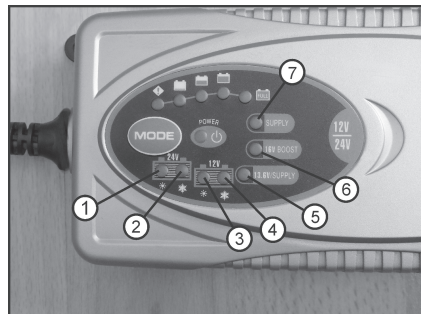
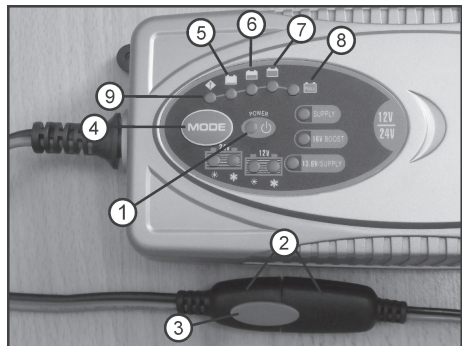

Bild 1
Bild 2
Das Ladegerät erkennt automatisch, ob Sie einen 12 V- oder 24 V-Akku angeschlossen haben. Ein Akku mit der Spannung von 14,6 V bis 21 V wird als 24 V-Akku erkannt. Es stehen sechs verschiedene Ladeprogramme (Mode 1 bis 6) zur Verfügung. Das gewünschte Ladeprogramm wird erst nach dem Anschluss an den Akku durch Drücken der Taste Mode (Bild 2, Pos. 4) ausgewählt.
Mode 1 (Bild 1, Pos. 1: 24 V und Sonnensymbol) ist ein normales Ladeprogramm für 24 V-Akkus. Die Ladeschlussspannung beträgt 28,8 V. Der maximale Ladestrom ist 3,5 A. Mode 1 ist geeignet für Akkukapazitäten zwischen 14 Ah und 120 Ah der Typen Blei-Gel, Blei-Säure oder Blei-Vlies.
Mode 2 (Bild 1, Pos. 2: 24 V und Schneeflockensymbol) ist ein Ladeprogramm für 24 V-Akkus speziell für Akkutyp AGM. Die Ladeschlussspannung beträgt 29,4 V. Der maximale Ladestrom ist 3,5 A. Mode 2 ist geeignet für Akkukapazitäten zwischen 14 Ah und 120 Ah. Mode 2 ist auch geeignet zum Laden von 24 V-Akkus bei Temperaturen unter 10 °C.
Mode 3 (Bild 1, Pos. 3: 12 V und Sonnensymbol) ist ein normales Ladeprogramm für 12 V-Akkus. Die Ladeschlussspannung beträgt 14,4 V. Der maximale Ladestrom ist 7 A. Mode 3 ist geeignet für Akkukapazitäten zwischen 14 Ah und 230 Ah der Typen Blei-Gel, Blei-Säure oder Blei-Vlies.
Mode 4 (Bild 1, Pos. 4: 12 V und Schneeflockensymbol) ist ein Ladeprogramm für 12 V-Akkus speziell für Akkutyp AGM. Die Ladeschlussspannung beträgt 14,7 V. Der maximale Ladestrom ist 7 A. Mode 4 ist geeignet für Akkukapazitäten zwischen 14 Ah und 230 Ah. Mode 4 ist auch geeignet zum Laden von Akkus bei Temperaturen unter 10 °C.
Mode 5 (Bild 1, Pos.5: 13,6 V / Supply) ist ein Ladeprogramm, bei dem der Ladeausgang auf eine Spannung von 13,6 V begrenzt ist. Somit können 12 V-Akkus dauerhaft angeschlossen bleiben, ohne überladen zu werden. Je nach Ladezustand regelt sich der Ladestrom automatisch. Mode 5 ist geeignet für Akkukapazitäten zwischen 14 Ah und 230 Ah der Typen Blei-Gel, Blei-Säure oder Blei-Vlies.
Mode 5 wird als Stromversorgung aktiviert, wenn bei nicht angeschlossenem Akku die Taste „Mode“ (Bild 2, Pos. 4) für ca. drei Sekunden gedrückt wird. Ist das Ladegerät als Spannungsquelle aktiviert, leuchten die LEDs „13,6 V/Supply“ (Bild 1, Pos. 5) und „Supply“ (Bild 1, Pos. 7).
Ist der Strombedarf des angeschlossenen Gerätes auch nur kurzzeitig höher als 5 A, schaltet das Gerät automatisch die Spannung ab und geht in den Standby-Mode (nur noch die LED Bild 2, Pos. 1 leuchtet).
Mode 6 (Bild 1, Pos. 6: 16 V / Boost) ist ein spezielles Ladeprogramm zur Reaktivierung von tiefentladenen 12 V-Akkus. Der Ladeausgang ist hierbei auf eine Spannung von maximal 16,5 V, der Ladestrom auf 1,5 A begrenzt. Je nach Ladezustand des Akkus dauert die Reaktivierung des Akkus maximal drei Stunden. Die LED „16 V / Boost“ blinkt im langsamen Rhythmus von 1 Sekunde an/aus. Ist die Akkuspannung kleiner/gleich 4,5 V (tiefentladener Akku), so startet das Ladeprogramm nicht. In diesem Fall erlischt die LED „16 V / Boost“ und die LED „Power“ (Bild 2, Pos. 1) leuchtet.
Ist das Reaktivierungsprogramm beendet, blinkt die LED „16 V / Boost“ im Rhythmus von 0,5 Sekunden an/1 Sekunde aus. Jetzt können Sie den Akku durch Umschalten auf Mode 3 oder 4 (Taste „Mode“ drücken - siehe Bild 2, Pos. 4) vollständig aufladen. Mode 6 ist geeignet für Akkukapazitäten zwischen 14 Ah und 230 Ah der Typen Blei-Gel, Blei-Säure oder Blei-Vlies.
Könnte das Ladegerät auch nach vier Stunden das Reaktivierungsprogramm nicht erfolgreich beenden, schaltet die Elektronik auf eine Erhaltungsladung mit 200 mA Ladestrom um. Den Ladezustand des Akkus können Sie an den LED's 5 bis 8 (siehe Bild 2) ablesen.
a) Verbinden Sie das Ladegerät mit einer Netzsteckdose (220-240 V Wechselspannung). Die LED „Power“ leuchtet (Bild 2, Pos. 1). Das Gerät befindet sich im Standby-Mode.
b) Montieren Sie den Ladekabeladapter mit den Krokodilklemmen an das Ladekabel, bis dieser einrastet (Bild 2, Pos 2). Diese Steckvorrichtung ist (wie bei dem Ladekabeladapter mit Sicherung für Festanschluss auch) verpolungssicher und kann nur in einer Stellung zusammen gefügt werden. Zum Lösen dieser Verbindung müssen Sie die rote Wippe am Adapter (Bild 2, Pos. 3) auf der „Ladekabelseite“ etwas hinein drücken und die Steckverbindung dann lösen. Montieren Sie jetzt die rote Krokodilklemme an den Pluspol, die schwarze Krokodilklemme an den Minuspol des Akkus.
c) Wählen Sie mit der Taste „Mode“ (Bild 2, Pos. 4) am Ladegerät das passende Ladeprogramm (Mode 1 bis 6). Drücken Sie hierzu die Taste „Mode“ so oft, bis der gewünschte Zustand erreicht ist.
d) Ist der Akku polungsrichtig angeschlossen, nicht defekt (hochohmig/unterbrochen) und die Netzversorgung gewährleistet, beginnt nach weniger als einer Sekunde der Ladevorgang. Je nach Ladezustand des angeschlossenen Akkus und dessen Zustand (z.B. Akku alt oder neu; Akku leer etc.) blinken bzw. leuchten die vier LED's (Bild 2, Pos. 5 bis 8) und zeigen den Ladefortschritt an.
Bei einem leeren Akku blinkt die erste rote LED (Bild 2, Pos. 5). Leuchtet die erste rote LED (Bild 2, Pos. 5) dauerhaft, so ist der Akku zu 25% aufgeladen.
Die nächste rote LED blinkt (Bild 2, Pos. 6). Leuchtet diese rote LED (Bild 2, Pos. 6) dauerhaft, so ist der Akku zu 50% aufgeladen.
Die nächste rote LED (Bild 2, Pos. 7) blinkt. Leuchtet diese rote LED (Bild 2, Pos. 7) dauerhaft, so ist der Akku zu 75% aufgeladen.
Die nächste LED „FULL“ blinkt grün (Bild 2, Pos. 8). Ist der Akku voll aufgeladen, leuchtet die LED „FULL“ (Bild 2, Pos. 8) dauerhaft. Das Ladegerät gibt jetzt zur Erhaltungsladung nur noch wenig Strom an den Akku ab.
Sollte ein zu ladender Akku tiefentladen sein, so beginnt das Ladegerät erst mit einem speziellen Auffrischungsprogramm (Pulsladung). In diesem Fall blinkt die erste LED zum Ladestatus (Bild 2, Pos. 5) in schnellem Rhythmus (0,5 Sekunden an/aus) In der Anfangsphase des Ladevorganges wird die Entwicklung der Spannungslage überwacht. Ist die Spannung bei einem 12 V-Akku über 10,5 V (24 V-Akku über 21 V) schaltet das Ladegerät wieder auf das vorher angewählte Ladeprogramm um.
e) Beenden Sie den Ladeprozess, wenn die LED „100%“ (Bild 2, Pos. 8) dauerhaft leuchtet. Trennen Sie hierzu den Akku vom Ladegerät und ziehen anschließend den Netzstecker aus der Netzsteckdose.
In dem Ladegerät ist ein Verpolungsschutz eingebaut. Ist das Ladegerät noch nicht an eine Netzsteckdose angeschlossen und wird ein Akku verpolt angeschlossen, leuchtet die rote LED für „Fehler“ (Bild 2, Pos. 9). Prüfen Sie die Polarität von Akku und Anschlusskabel.
Das Ladegerät überwacht ständig den Ladevorgang. Wird ein defekter Akku, eine zu niedrige oder zu hohe Akkuspannung, eine zu lange Ladezeit (mehr als sieben Stunden beim Auffrischungsprogramm; mehr als einundvierzig Stunden beim Ladeprogramm, wenn auf Grund der Akkuspannung die Erhaltungsladung noch nicht eingeleitet ist) oder ein Kurzschluss erkannt, schaltet die Elektronik den Ladevorgang ab. Das Gerät befindet sich dann im Standby-Mode und die LED „Power“ (Bild 2, Pos. 1) leuchtet.